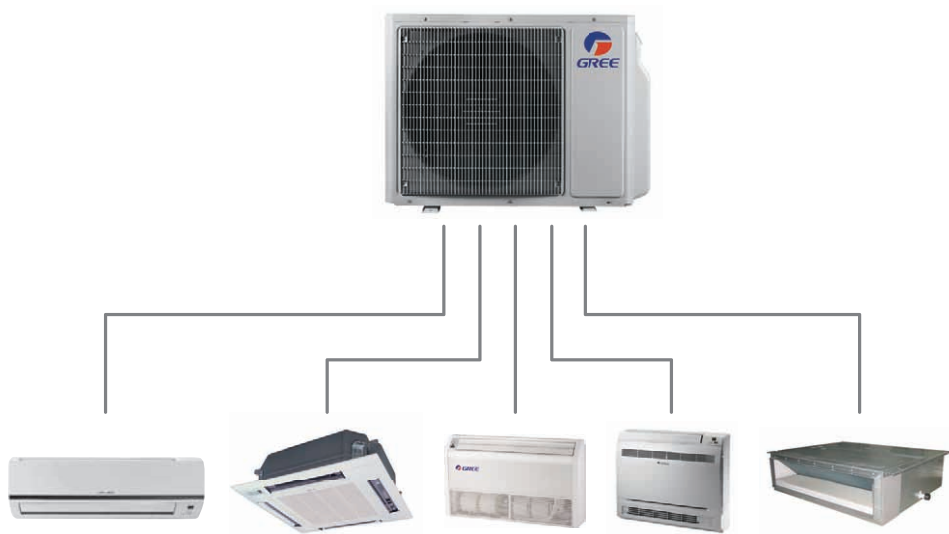

Рис. 3.1
3.2 Внутренние блоки могут быть настенного, кассетного, канального, напольно-потолочного или консольного типа (см. рис. 3.1).